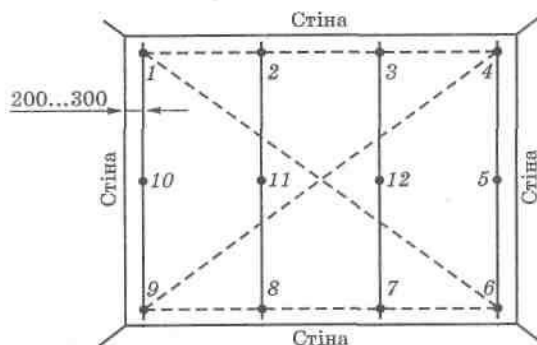

Рис. 2.2. Схема провішування стелі
*Стелю провішують за допомогою водяного рівня або ватерпаса* (рис. 2.2).
майбутнього підготовчого шару штукатурки. Далі, користуючись ватерпасом, по периметру стелі на лініях маяків забивають цвяхи таким чином, щоб їхні головки були в одній горизонтальній площині. Якщо головка останнього цвяха 10 (див. рис. 2.2),